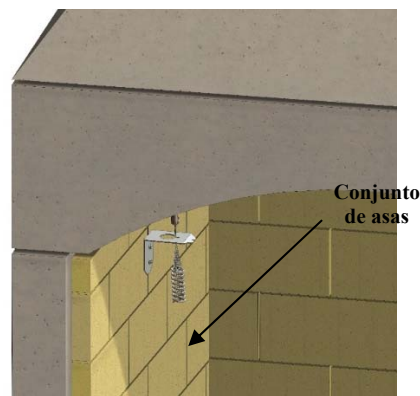

Figura 31. Montaje del soporte y del asa
- D. Introduzca el cable de tracción a través del soporte y ajustar la longitud según las instrucciones del fabricante del amortiguador. Coloque el conjunto de la manivela en el soporte y compruebe que la compuerta funciona correctamente. Véase la figura 31.